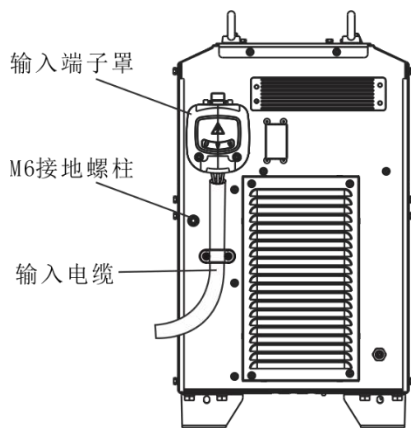

图 2-6 电源输入侧连接示意图
2. 若使用 CO₂ 保护气体，请使用 CO₂ 加热减压器，连接示意如图 2-6 所示；
4. 将输入电缆的另一侧连接到配电箱开关的输出端子上，则电缆连接完毕。如图 2-6 所示。